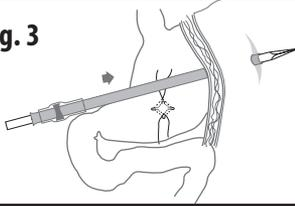

Fig. 4
2. Faire glisser la canule dans l'estomac (fig. 4).